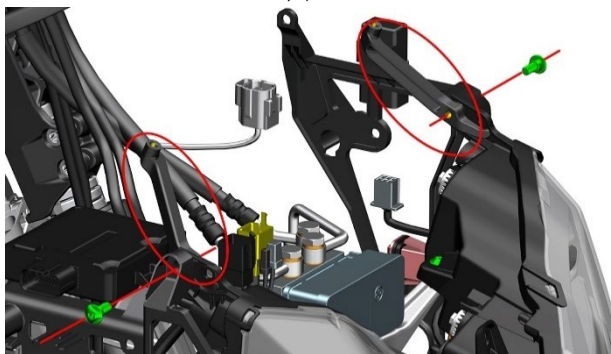

图 2
- 用 T25 梅花扳手拆下如图 2、3、4 所示的 5 颗 M6 内梅花螺栓，注意：拆卸图 2 的两颗螺栓时，需拿住左右前照灯支架以免掉落。